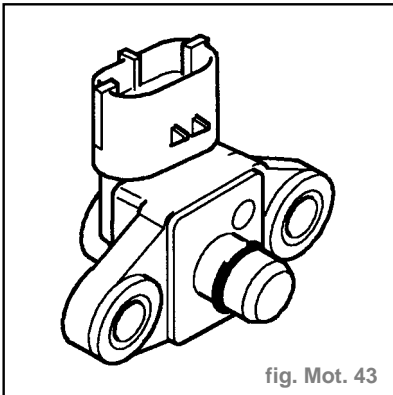

fig. Mot. 43
- Sonde de pression de collecteur (fig. Mot. 43) :